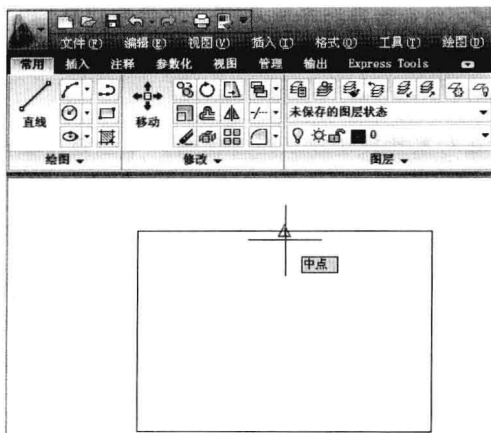

图 2-4-5
(3) 默认情况下，对象捕捉模式中勾选的项目是启用的捕捉功能。
(4) 只保留“中点”复选框的勾选，取消其他复选框的勾选，单击“确定”按钮。
(5) 单击“常用”选项卡，在绘图面板中单击“矩形”按钮 ，在视图中单击两点，绘制一个矩形。
(6) 单击“直线”按钮 ，将光标移到直线中点位置附近，此时显示捕捉到的中点标记，以及标记名称“中点”，如图 2-4-5 所示。
(7) 单击中点，确定直线的第一点位置。用同样的方法捕捉并单击其他直线的中点，绘